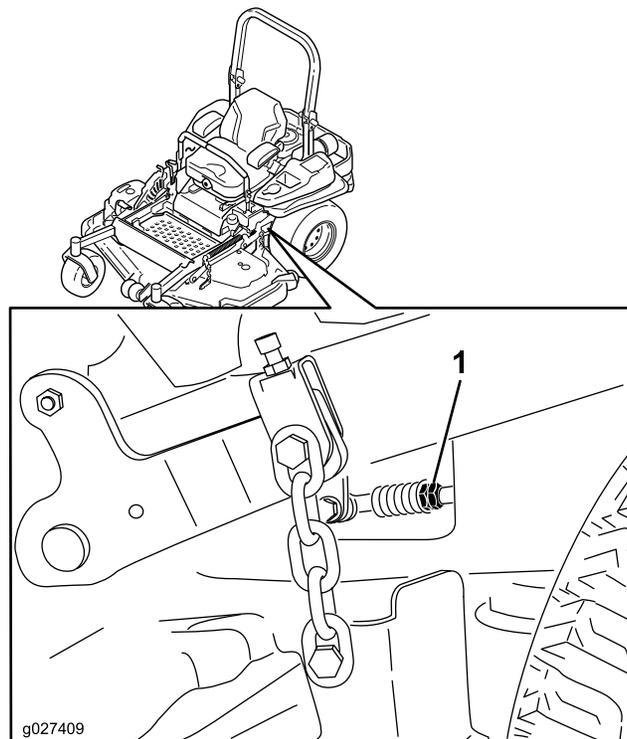

図 82
10. ホイールが後退方向にクリープするまで、適切な方向にロッドの二重ナットを回転させて、ポンプコントロールロッドの長さを調整する(図 82)。